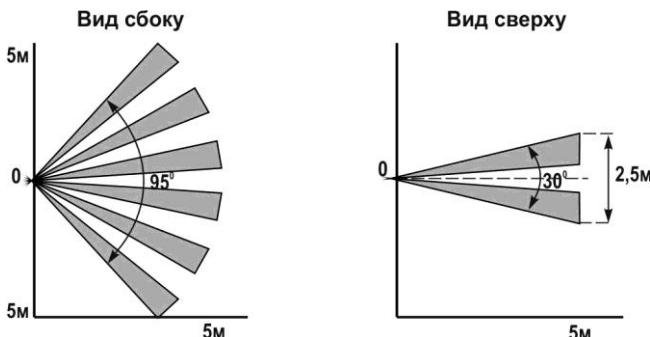

Рисунок 2
**2.2** Принцип действия ИК - канала извещателя основан на регистрации изменений потока теплового излучения, возникающих при пересечении человеком чувствительных зон (рисунок 2).